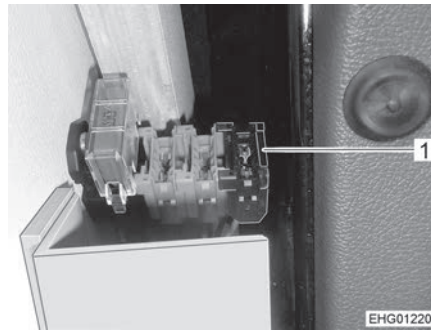

Bild 169 Säkringshållare på vänsterstyrda fordon (Ford)
- Byt säkring i säkringshållaren (Bild 169,1).